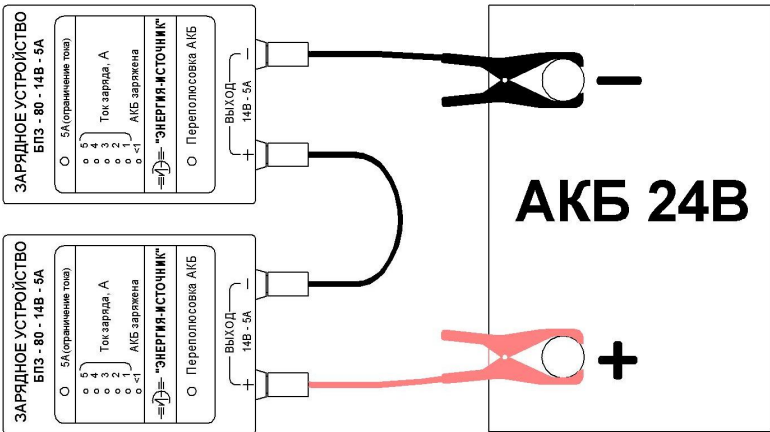

Рис.2.
2.5. Разрешается последовательное подключение двух и более БПЗ для увеличения зарядного напряжения 24 В, 36 В... с соблюдением полярности подключения. Выходной ток нагрузки 5 А. (Рис.2.)